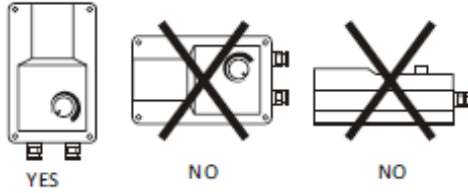

Fig.1.
- The operating position must be as shown (Fig. 1).
- De montagepositie moet zijn als aangegeven in Fig. 1.